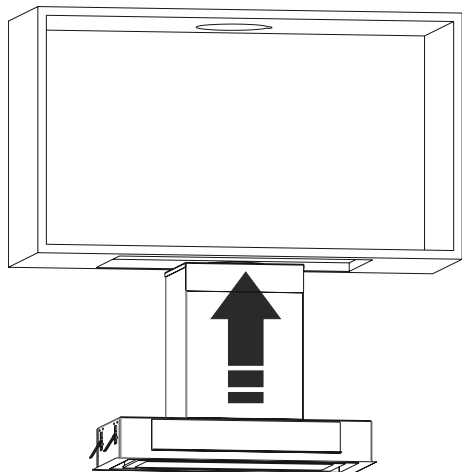

Fig. 13
- 5. ➔ Placer emhætten i det område, du forberedte tidligere, i pilens retning (Fig. 13)